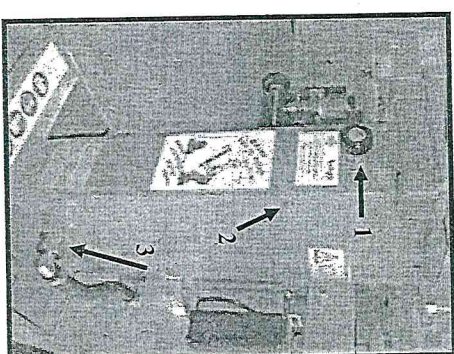
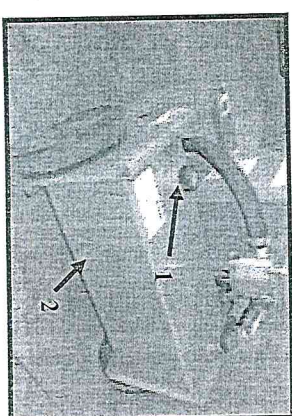

Fig. 3
Fig. 4
Verificare il livello dell'olio, a cuneo tutto abbassato, tramite il tappo di livello (2 fig. 3) posto sulla parte alta del serbatoio. Il livello deve risultare appena sotto il tappo. Per i mod. Junior X / C1 e Senior il serbatoio è collocato orizzontalmente dietro la colonna fissa (1 fig. 4): Verificare il livello d'olio tramite l'astina unita al tappo.
• Il rabbocco o il riempimento avviene tramite la bocchetta posta nella parte alta del serbatoio (1 fig. 3 / pag. 23) per i modelli Junior; oppure, tramite la corrispondente bocchetta posta sopra il serbatoio orizzontale per i modelli Junior X / C1 e Senior (1 fig. 4 / pag. 23).
With the wedge fully lowered, check the oil level using the cap (2 fig. 3) on the upper part of the tank. The level should fall just below the cap. On the Junior X/C1 and Senior models the tank is located horizontally behind the fixed column (1 fig. 4). Check the oil level using the dip stick joined to the cap.
• Top up or fill using the opening on the upper part of the tank (1 fig. 3 page 23) for Junior models, or the hole over the horizontal tank for Junior models X and C1 and Senior models (1 fig. 4 / page 23).
Controle el nivel de aceite con la cuña completamente baja, a través del tapón (2, Fig. 3) situado en la parte alta del depósito. El nivel debe estar inmediatamente por debajo del tapón. En los modelos Junior X/C1 y Senior el depósito está instalado horizontalmente detrás de la columna fija (1, Fig. 4): controle el nivel de aceite con la varilla unida al tapón.
• El llenado se realiza a través de la boca situada en la parte alta del depósito (1, Fig. 3, Pág. 23) en los modelos Junior, o a través de la boca situada sobre el depósito horizontal en los modelos Junior X/C1 y Senior (1, Fig. 4, Pág. 23).
- Lo scarico dell'olio avviene togliendo il tappo a vite posto nella parte bassa del serbatoio (3 fig. 3).
- Drain the oil by removing the screw cap on the bottom part of the tank (3 fig. 3).
- La descarga del aceite se realiza quitando el tapon de rosca situado en la parte baja del depósito (3, Fig. 3).